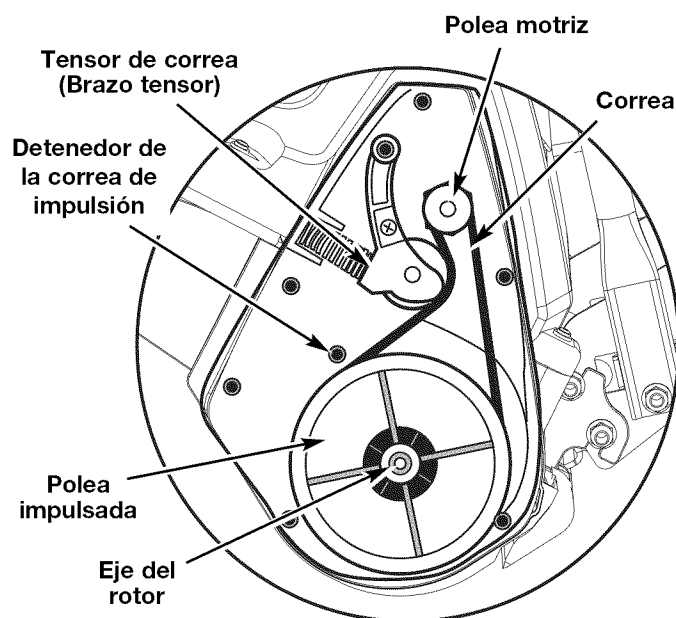

Fig. 10a
5. Vuelva a poner la tapa con los siete (7) tornillos. Para que la instalación sea más fácil, ponga la parte delgada de la tapa en la cavidad de la cubierta. Instale los dos tornillos superiores, luego empuje el resto hacia abajo dentro de la cavidad y sobre el eje del rotor (Fig. 10a). Apriete los siete (7) tornillos a **18-23 in•lb (2.0-2.5 N•m)**.